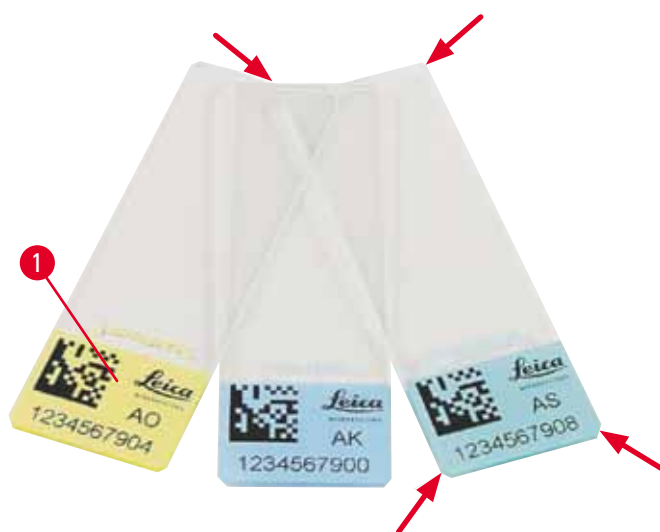

Fig. 4
Endast standardobjektglas med färgade kanter som det går att skriva ut på (→ "Fig. 4-1") kan förses med utskrift i Leica IP S (→ "Fig. 4").
- För att reducera mängden glasdamm och minska risken för mekaniska fel ska du bara använda objektglas med klippta hörn (45° vinkel i varje hörn, (→ "Fig. 4")).